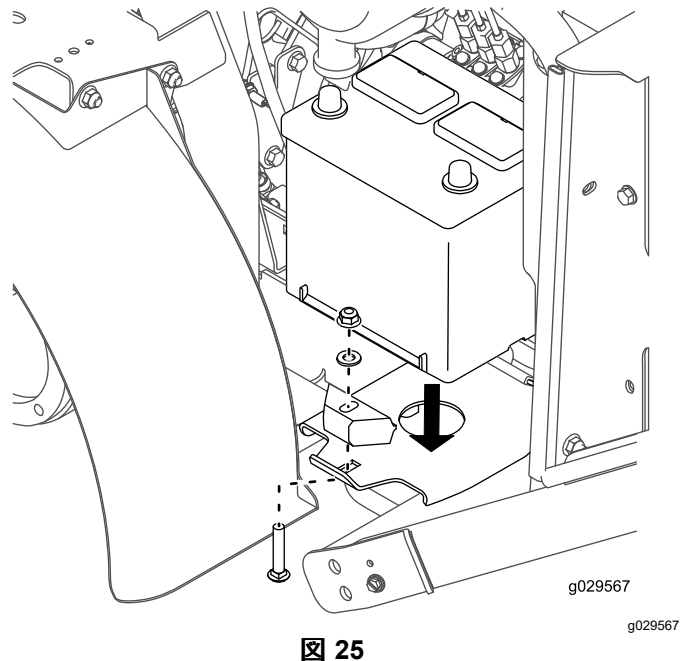

図 25
8. バッテリーを、バッテリー台に仮止めする 先ほど外したキャリッジボルト、バッテリー押さえ、ワッシャ、ナットを使用する 図 25。